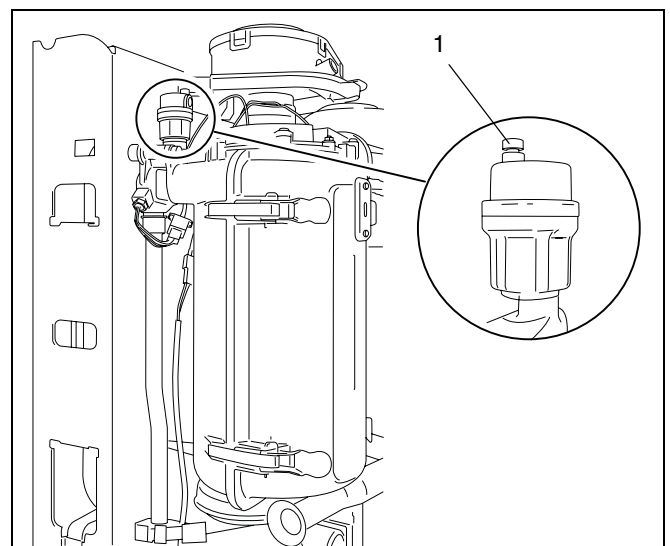

fig. 26 Automatische ontluucher
De Hoog Rendement Gaswandketels **Nefit SmartLine HR(C)** zijn uitgevoerd met een automatische ontluucher (→ fig. 26) die dient voor ontluuchting van het toestel. Het kan in sommige situaties noodzakelijk zijn om de cv-installatie, naast ontluuchtingsmogelijkheden op de verschillende verwarmingslichamen, te voorzien van extra ontluuchtingsmogelijkheden.
- Draai de dop van de automatische ontluucher linksboven in het toestel (→ fig. 26, [1]) één omwenteling los.